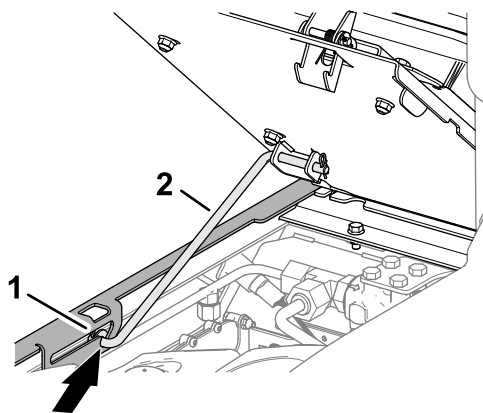

Figure 52
3. Veillez à engager la béquille du siège avant dans le cran de la fente de blocage du support (Figure 52).